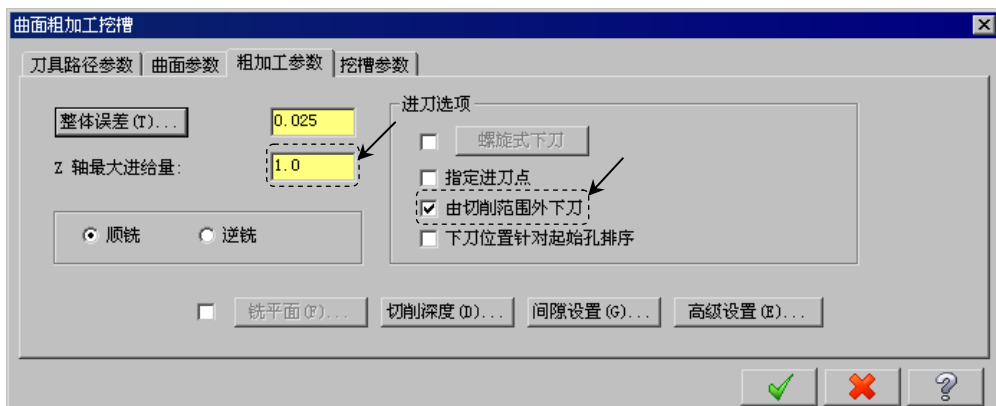

图 1.9 “粗加工参数”选项卡
Step9. 设置粗加工参数。在“曲面粗加工挖槽”对话框中单击**粗加工参数**选项卡，设置参数如图 1.9 所示。